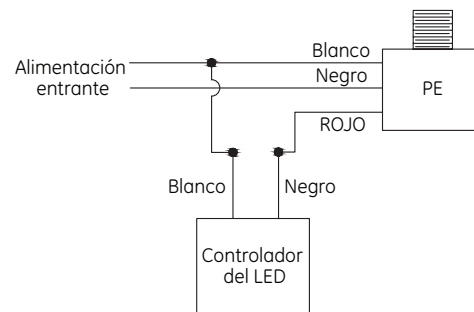

Figura 3: Cableado del botón PE
- Instale de nuevo el botón PE, el sensor de movimiento, o el transformador si fueron quitados previamente (figura 3).